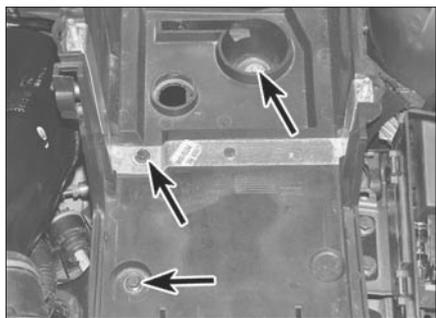

Рис. 2.1. Болты (указаны стрелками) крепления поддона аккумулятора
- 1 Снимите аккумулятор (см. главу 5А), затем отверните три болта и снимите поддон аккумулятора (рис. 2.1).